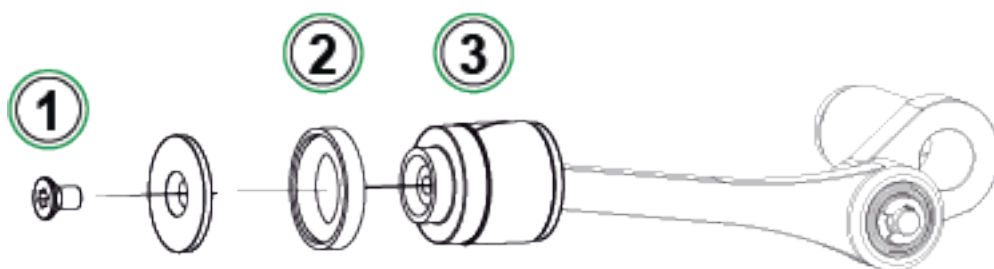

Figura 27: Passaggio 4
5. Quando le viti sono state rimosse, sollevare il terminale di guida e il cilindro (1). Prima di sollevare il cilindro, spingerlo leggermente indietro e girarlo verso destra in modo da poterlo sollevare con facilità. Prestare attenzione a non far scivolare il cilindro verso il basso fino al punto in cui sia visibile la guarnizione del pistone dalla parte superiore del cilindro. Se ciò accade, è necessario rimuovere la guarnizione del pistone (Figura 27: Passaggio 4) e poi rimuovere il cilindro per riportare il pistone all'interno del cilindro.
8. Prendere un nuovo o-ring e una nuova guarnizione del pistone (vedere parte (2) in Figura 27: Passaggio 4). Farli scivolare in posizione e stringere con la parte superiore del pistone e la nuova vite M3x6.